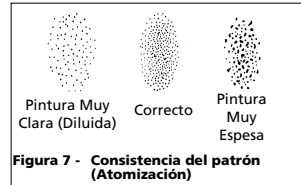

Figura 7 - Consistencia del patrón (Atomización)
de fluido hasta que obtenga el patrón (atomización) deseado (Vea la Figura 7).
5. Si el rocío es muy tosco, reduzca la presión del tanque con el regulador del tanque. Oprima el gatillo rápidamente o abra la válvula para liberar la presión y después aumente la presión poco a poco hasta alcanzar la consistencia deseada en el patrón (Vea la Figura 7).